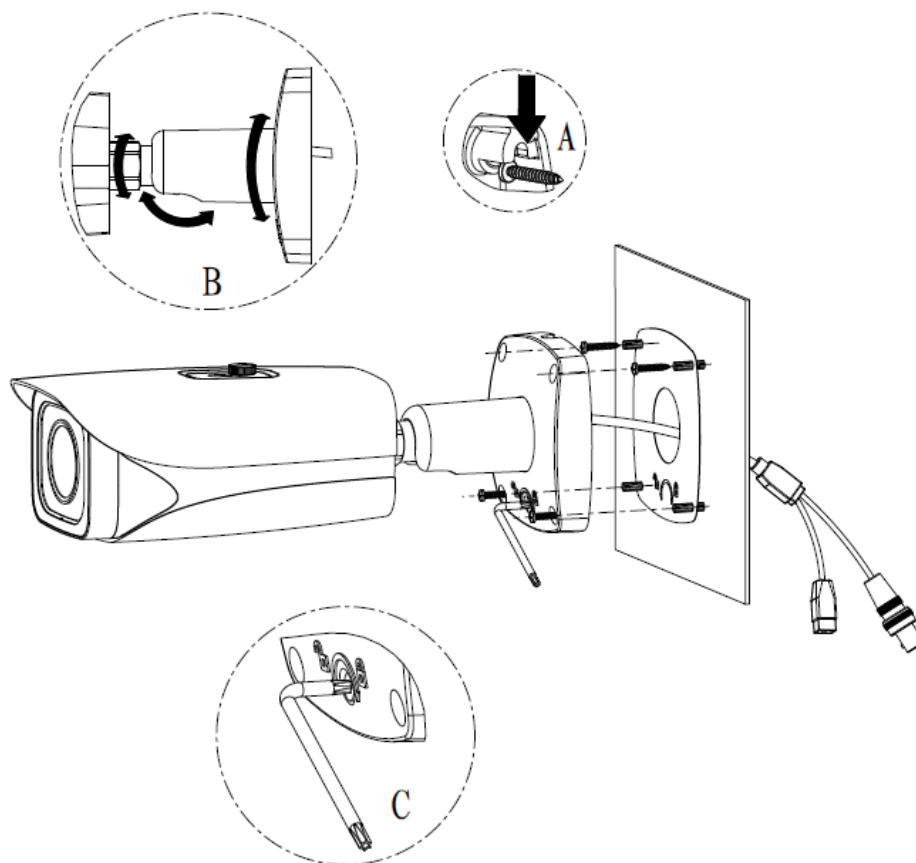

Рисунок 3-1
- Если требуется установка на бетонной стене, следует использовать распорный дюбель (убедитесь в соответствии отверстий распорных дюбелей и кронштейна). Теперь можно установить кронштейн. Смотрите Рисунок 3-1.
Вставьте два самонарезных винта в два расширительных болта слева и справа в верхней части. Закрепите кронштейн самонарезными винтами. Смотрите (A) на Рисунок 3-1.
На Рисунок 3-1 показано крепление двух других самонарезных винтов. Теперь камера закреплена на установочной поверхности.
Используйте Г-образный ключ (входит в комплект), чтобы ослабить регулировочный винт для настройки положения камеры в соответствии с зоной наблюдения. Используйте Г-образный ключ, чтобы установить положение регулировочного винта для надежного закрепления камеры. Смотрите (B) и (C) на Рисунок 3-1